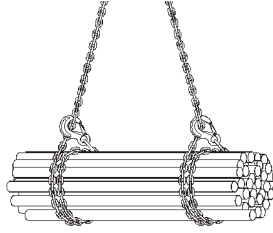

Figure 11: Inversé
**Méthode du tour-mort double:** Cette méthode permet une sécurité plus importante lorsque l'on soulève des charges qui ne sont pas maintenues ensemble en saisissant la charge ensemble (voir l'figures 11 et 13). En utilisant cette méthode, la capacité de charge (WLL) est aussi de 80 % de la capacité de charge spécifiée sur la plaque.